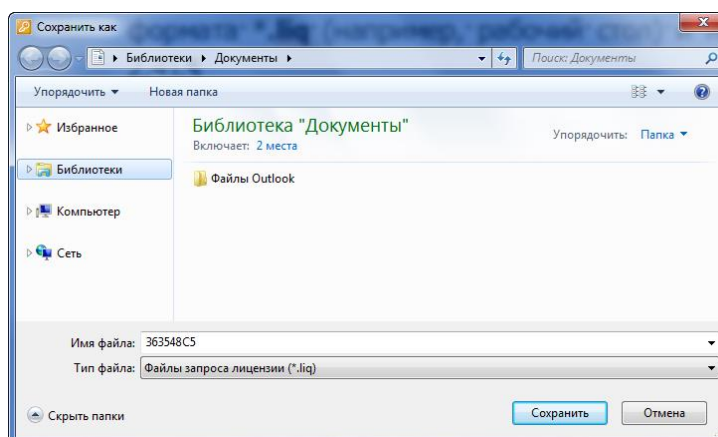

Рисунок 3.2 – Сохранение файла формата *.liq
3. В открывшемся окне *Сохранить как...* выберите место сохранения файла формата *.liq и нажмите кнопку *Сохранить* (см. рисунок 3.2).